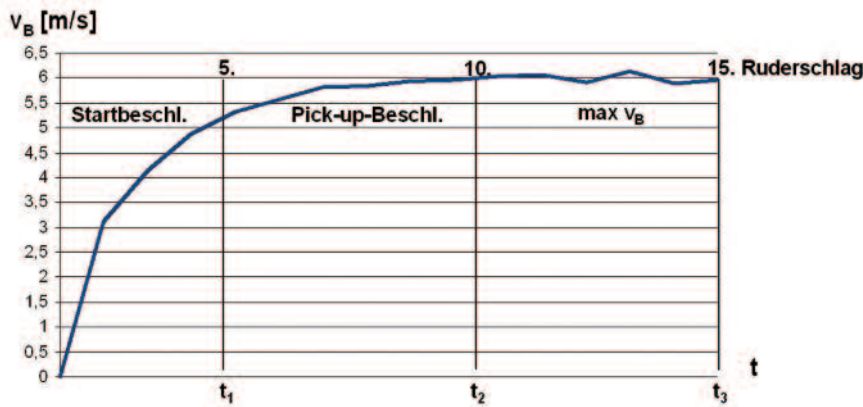

Abbildung 3: Verlauf der Bootsgeschwindigkeit (VB) in Abhängigkeit von der Zeit über die ersten 15 Ruderschläge.
(3) Die Startanalyse wird über die ersten fünfzehn Ruderzyklen durchgeführt, wobei die Daten für drei Startbereiche ausgegeben werden: 1. bis 5. Ruderschlag (als maximale Startbeschleunigung aus der Ruhe), 6. bis 10. Ruderschlag (Pick-up-Beschleunigung des Bootes auf maximale Bootsgeschwindigkeit) und 11. bis 15. Ruderschlag (maximale Bootsgeschwindigkeit) (Abbildung 3).